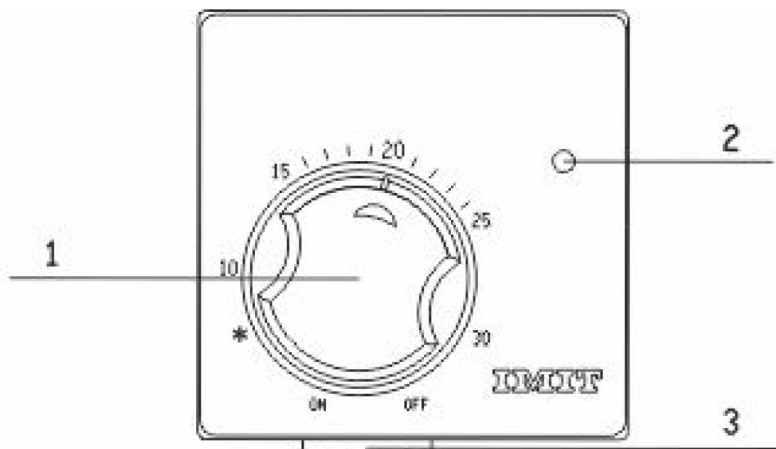

РИС. 1
- 1 = ручка установки температуры (рис. 1)